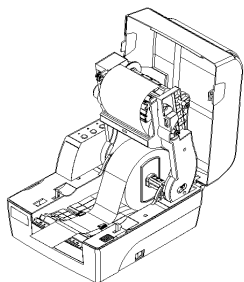
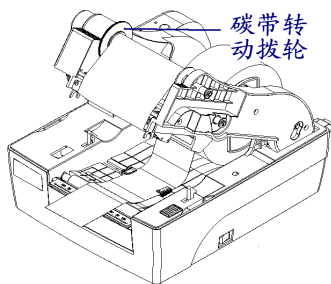

图 2.5-3
图 2.5-4
- 3) 将碳带前端从打印头组件下方绕过，并缠绕在碳带回收轴上（见图 2.5.3）；拨动碳带转动拨轮，使碳带绷紧（安装好的纸卷和碳带见图 2.5.4）；